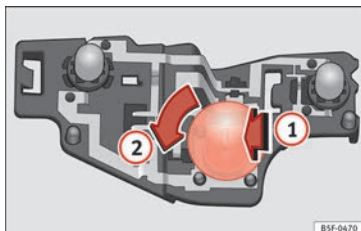

Fig. 222 Localização das lâmpadas de incandescência no porta-lâmpadas.
- Pressione ligeiramente a lâmpada com anomalia contra o porta-lâmpadas »» Fig. 222 (1), em seguida rode-a para a esquerda (2) e extraia-a.